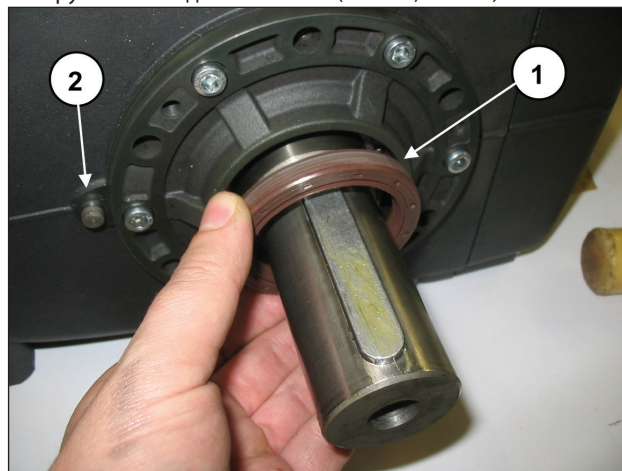

Рис. 33
Чтобы изменить версию путем установки узла редуктора, где это не было предусмотрено, необходимо снять сальник вала (Рис. 33, поз. ①) и вставить контрольный штифт Ø8 корпуса редуктора в картер (Рис. 33, поз. ②). Затем выполните операции, указанные в п. 2.1.4. Если редуктор предусмотрен и необходимо изменить версию, сняв его, для этого нужно вставить сальник вала в свое посадочное место на боковой крышке с помощью инструмента с кодом 27904800 (Рис. 33, поз. ①).